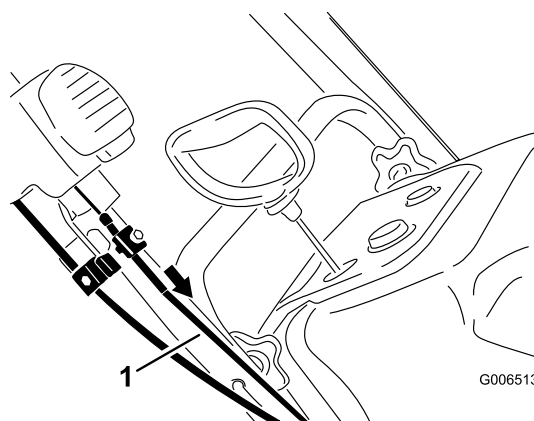

Figure 43
5. Tirez la gaine du câble supérieur vers l'avant pour supprimer le mou, puis serrez la vis du serre-câble solidement (Figure 43).